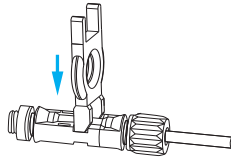

Figura 8.1 Removendo o conector de entrada CC
Passo 1: Desconecte todos os cabos do inversor, incluindo cabos de comunicação, cabos de alimentação de entrada CC, cabos de alimentação de saída CA e cabos PGND, conforme mostrado na Figura 8.1.